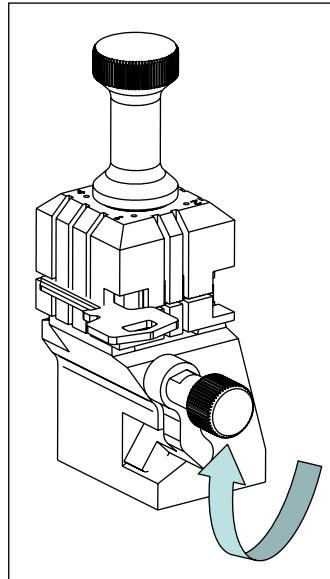

FIG. 14
1. Butée col (C) : c'est la plus commune. La butée de la clé est réalisée avec une butée mécanique de l'étau. (Fig.14)